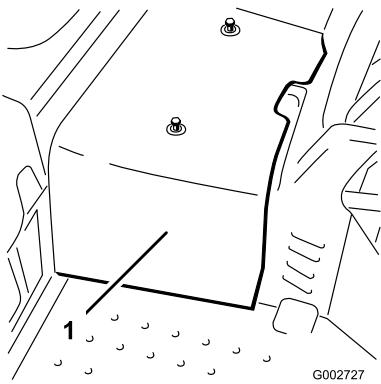

Figura 41
- Allentate le 2 viti che fissano la protezione centrale alla macchina, e togliete la protezione (Figura 41).